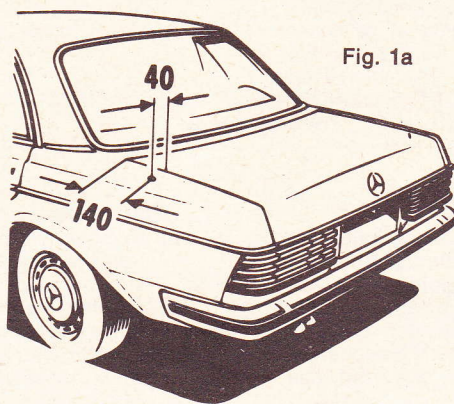

Fig. 1a
- i) Der Heckantenneneinbau erfolgt im linken hinteren Kotflügel (Fig. 1a). Dazu muß die Kofferraumauskleidung links entfernt werden.
- i) The rear antenna installation has to be effected in the lefthand rear fender (fig. 1a). For this remove the coating of the trunk of the car on the left side.